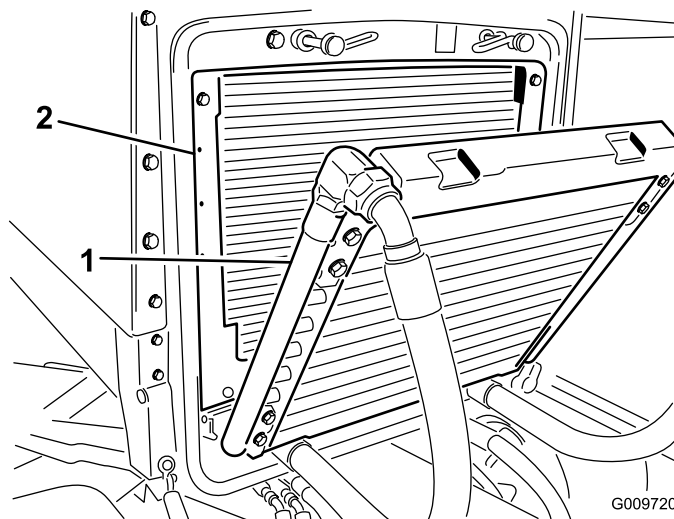

Figura 51
3. Incline o refrigerador de óleo para trás. Limpe ambos os lados do refrigerador do óleo e a zona do radiador (Figura 51) com ar comprimido. Comece a partir da parte frontal e sopre os detritos para fora na direcção da parte posterior. Depois, limpe a partir da parte posterior e sopre na direcção da parte frontal. Repita o procedimento várias vezes até remover toda a sujidade e detritos.